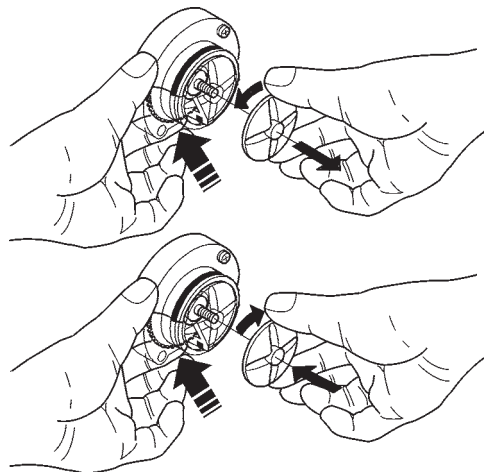

Fig. 26
- pour démonter les hélices, il suffit de bloquer avec un doigt (voir fig. 26) le disque monté sur l'arbre du mélangeur.